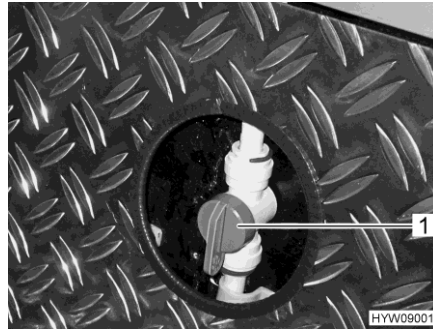

Fig. 188 Vannes d'alimentation (chauffage garage arrière)
- Placer la poignée (Fig. 188,1) de la vanne d'alimentation du chauffage du garage arrière parallèlement à la conduite de chauffage. Le chauffage du garage arrière fonctionne alors à sa puissance maximum.
- Placer la poignée (Fig. 188,1) de la vanne d'alimentation du chauffage du garage arrière dans une position quelconque. L'alimentation en eau chaude du garage arrière se laisse ainsi régler en continu.
- Placer la poignée (Fig. 188,1) de la vanne d'alimentation du chauffage du garage arrière transversalement à la conduite de chauffage. Le chauffage du garage arrière est maintenant éteint.